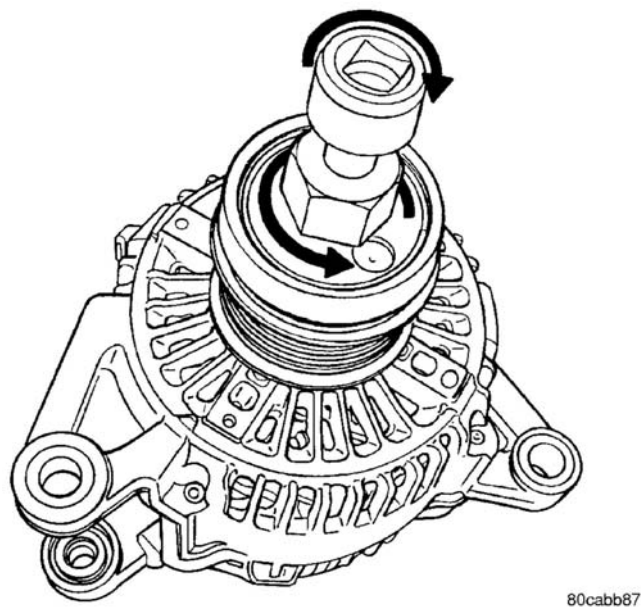
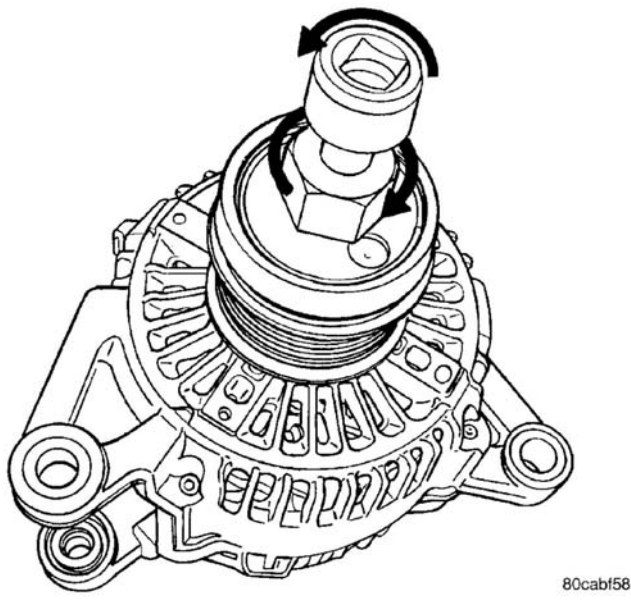
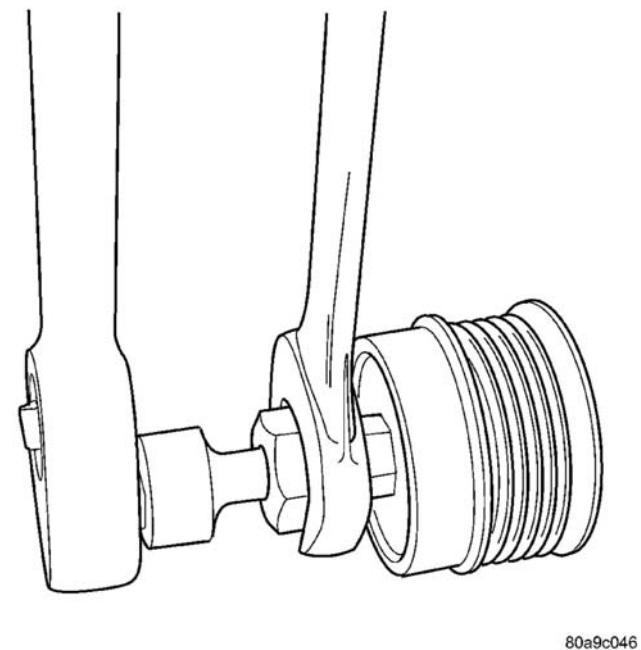

图 6 连轴器拆卸
图 8 连轴器安装
图 7 专用工具 8433 与连轴器
- （8）使用专用工具#8433（图 7）松开发电机连轴器（图 6）。
- （2）使用专用工具#8433（图 7）锁紧发电机连轴器（图 8）。请参见扭矩表，查询适当扭矩值。